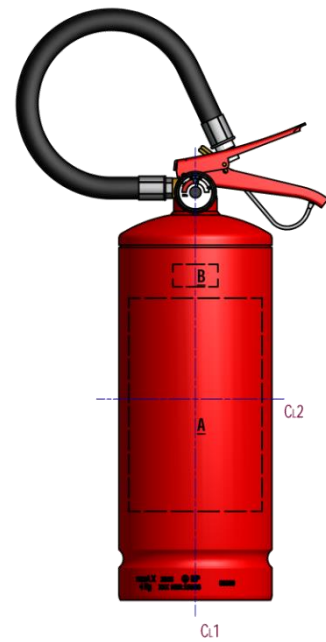

Figura 8 - Posicionamento do Quadro de Instruções
- Imaginariamente, crie uma linha de centro no sentido vertical extintor, tendo como base o indicador de pressão, conforme indicação "**C11**" da Figura 8.
- Novamente, crie outra linha de centro imaginária no sentido horizontal do recipiente do extintor, desconsiderando os frisos, conforme indicação "**CL2**" da Figura 8.
- O selo de identificação da conformidade do INMETRO deverá ficar centralizado com a linha de centro vertical ("**CL1**"), logo acima do quadro de instruções, conforme retângulo tracejado com indicação "**B**" da Figura 8.